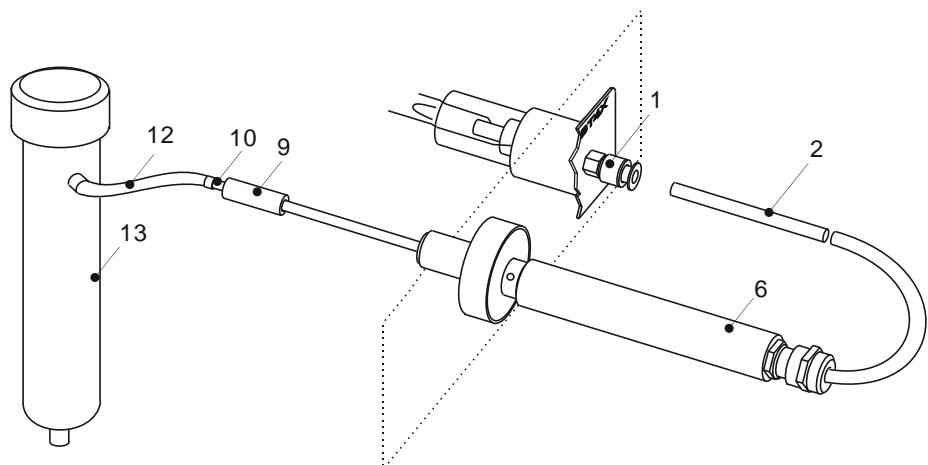

Рис. 6
1) Проверьте показания ЭХД с присоединенным фильтром-поглотителем (см. рис. 6); показания не должны превышать 0,1 мг/м3; если показания отличаются от указанных, проведите корректировку (установку) нуля, вращая резистор установки нуля ▶ 0 ↓ ЭХД – детектор 1 (см. рис. 3а).